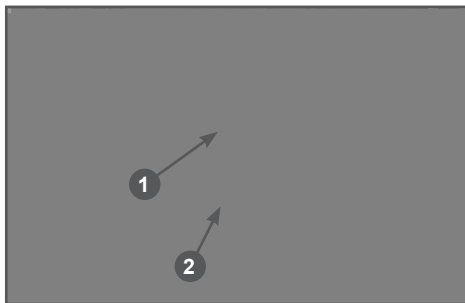

Рис. 18 Слив топлива из карбюратора
3. Открутите болт 2 на карбюраторе 1 (Рис. 18) и слейте топливо из поплавковой камеры в подготовленную для этого емкость.
1. Слейте топливо из топливного бака и карбюратора (Рис.18).